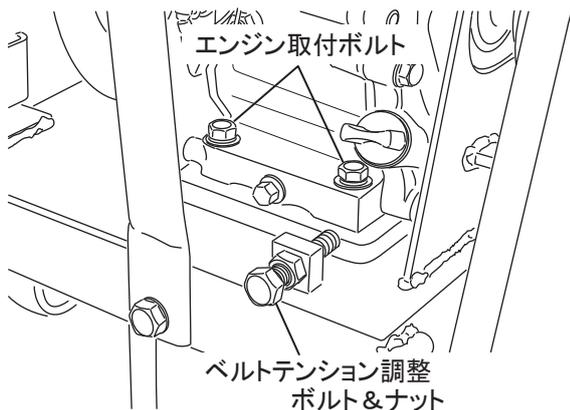

図 5
- エンジン取付ボルト4本を緩めます。(図5)
- ベース前方にある「ベルトテンション調整ボルト&ナット」でベルトの張力を調整します。右廻り(時計方向)に回すとベルト張力が増します。(図5)